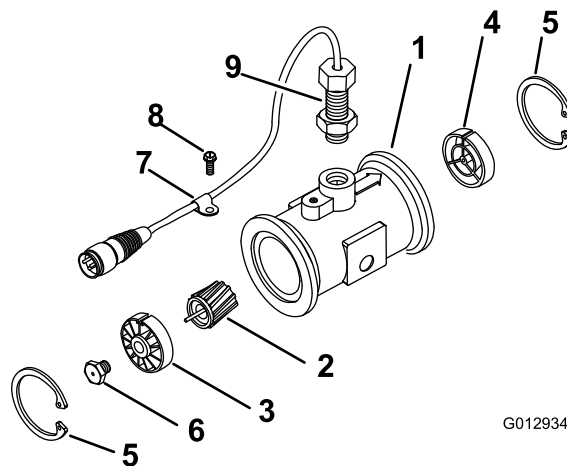

Figura 60
- Retire o anel de retenção do lado superior (Figura 60).